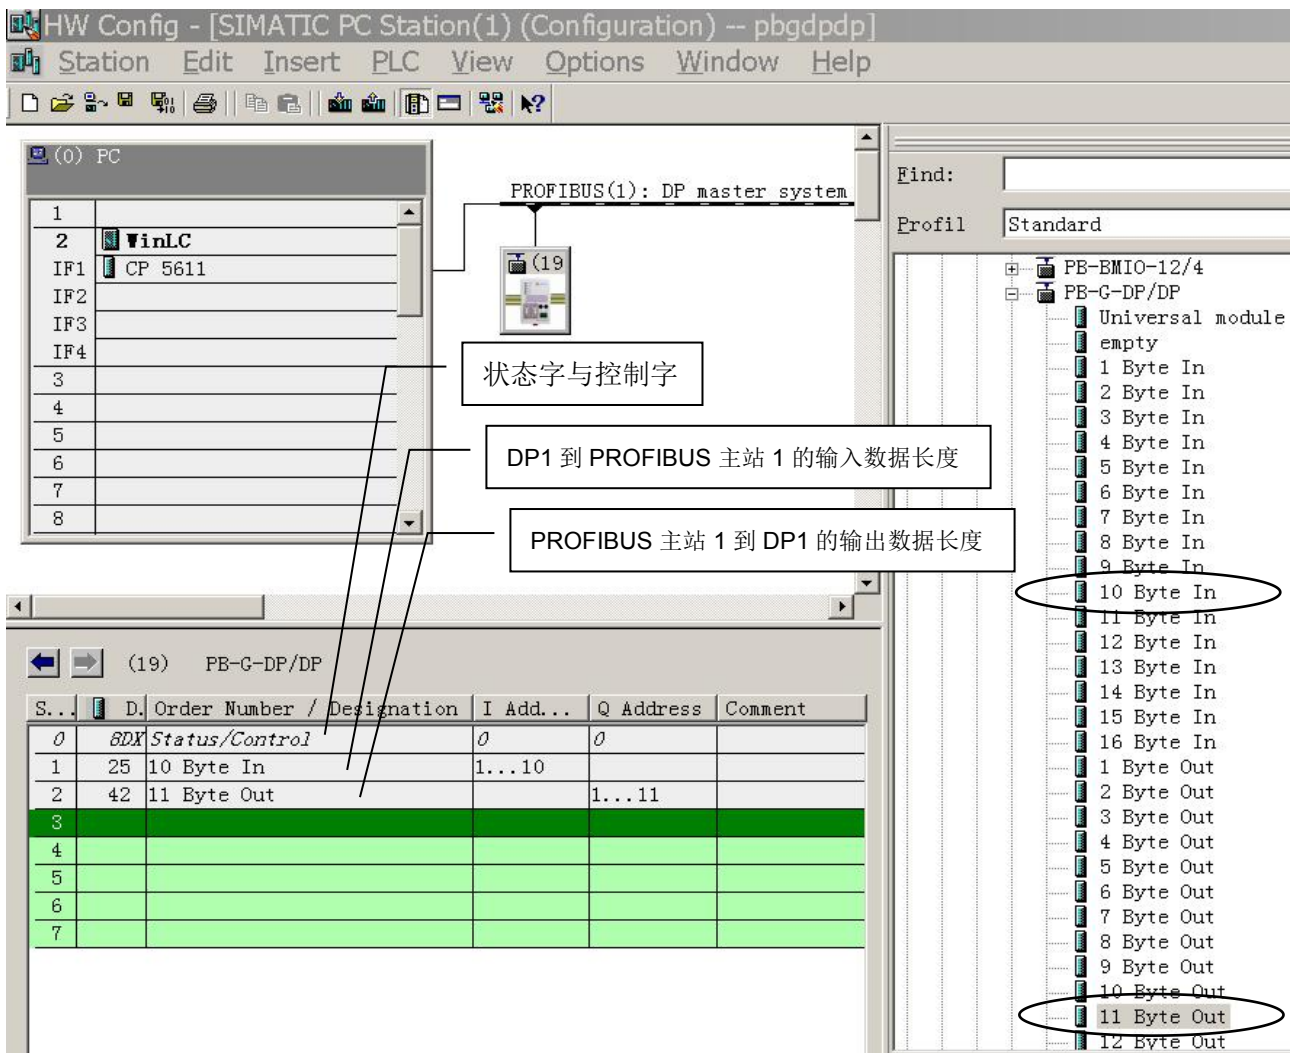
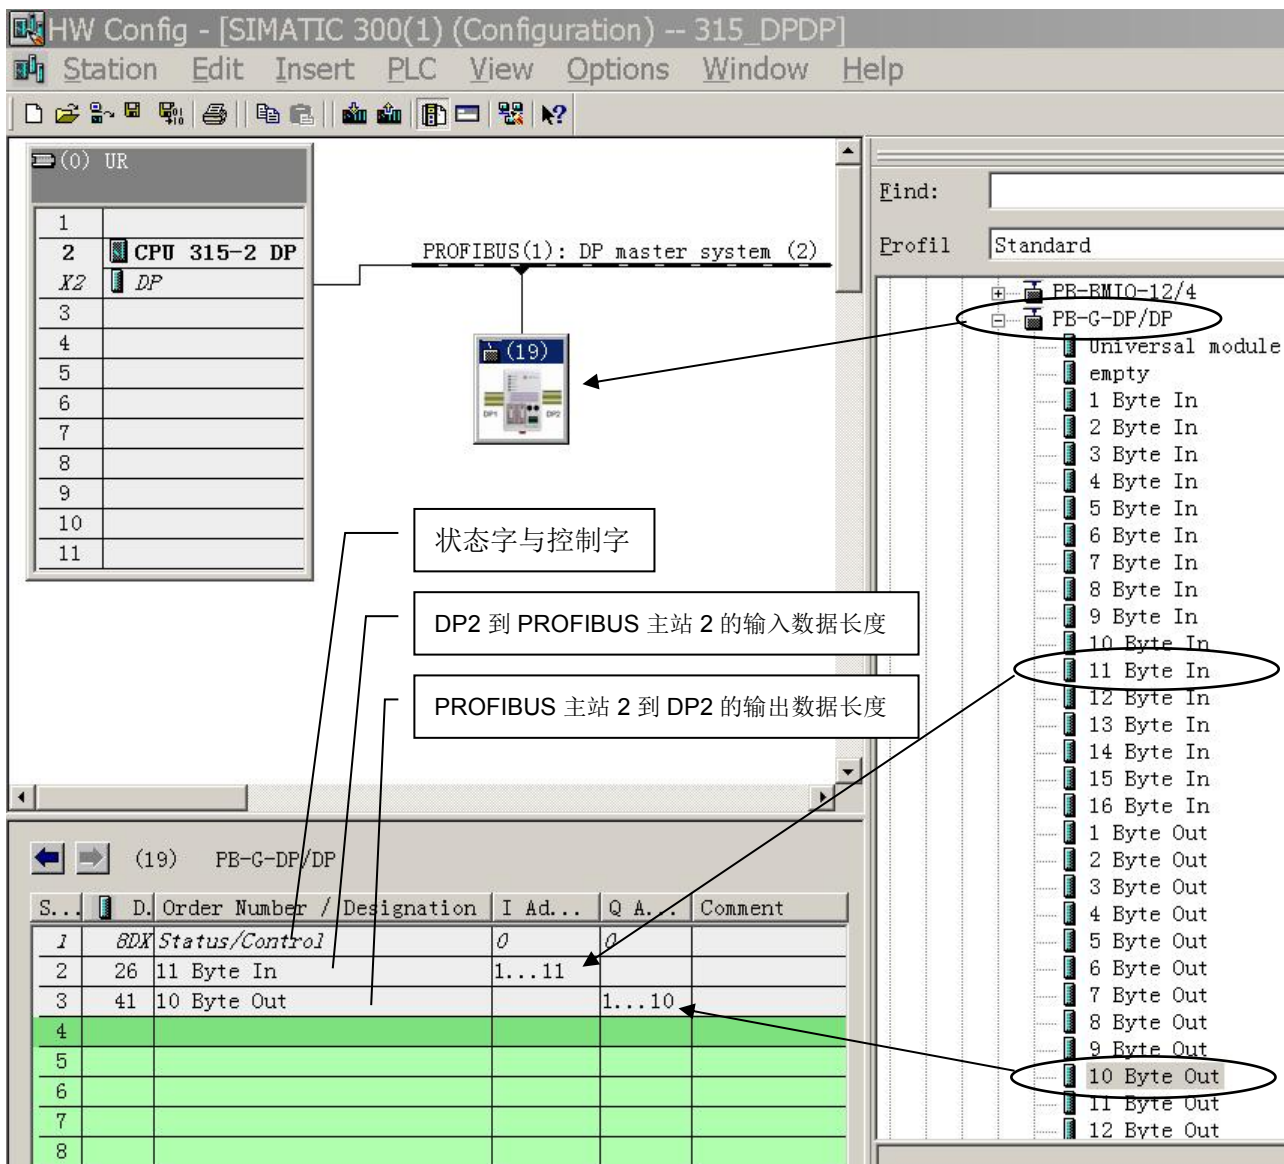
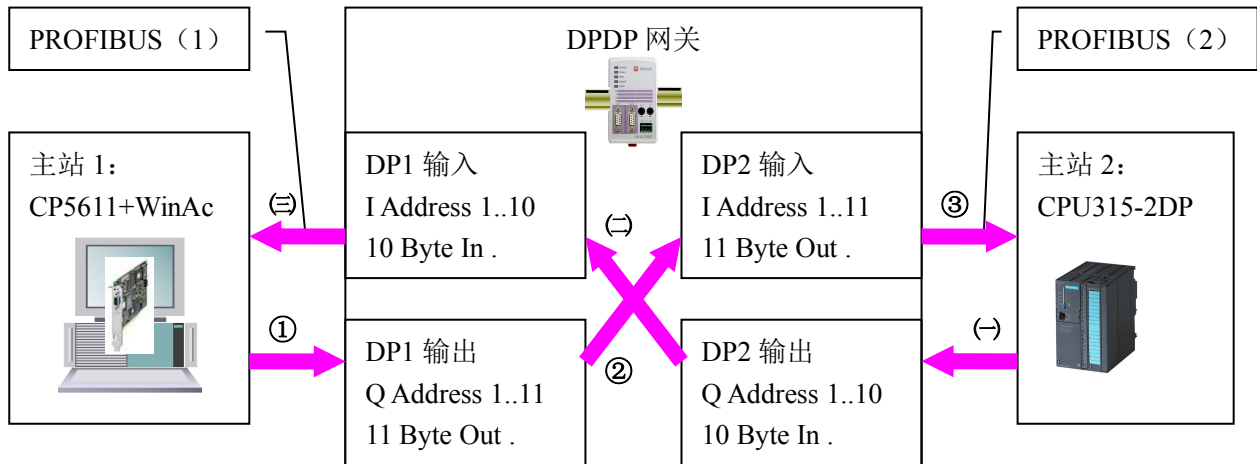

图 5-5 PROFIBUS 主站 1 和 DP1 接口的硬件配置 Hw Config
图 5-7 PROFIBUS 主站 2 和 DP2 接口的硬件配置 Hw Config
图 5-8 DP1 与 DP2 的地址映射关系
(1) DP1 的输出(11 Byte Out)映射到 DP2 的输入(11 Byte In)：参考“图 5-5 PROFIBUS 主站 1 和 DP1 接口的硬件配置 Hw Config”——DP1 的 PROFIBUS 输出地址 Q Address=1..11 (11 Byte Out)。这段存储区映射到 DP2 就是 PROFIBUS 输入地址 I Address=1..11 (11 Byte In)——一见“图 5-7 PROFIBUS 主站 2 和 DP2 接口的硬件配置 Hw Config”。
(2) DP2 的输出(10 Byte Out)映射到 DP1 的输入(10 Byte In): 参考“图 5-7 PROFIBUS 主站 2 和 DP2 接口的硬件配置 Hw Config”——DP2 的 PROFIBUS 输出地址 Q Address=1..10 (10 Byte Out)。这段存储区映射到 DP1 就是 PROFIBUS 输入地址 I Address=1..10 (10 Byte In)——见“图 5-5 PROFIBUS 主站 1 和 DP1 接口的硬件配置 Hw Config”。下图 5-8 形象地说明了 DP1 与 DP2 的地址映射关系
(1) 主站 1 向主站 2 的数据传送
主站 1 向 DPDP 网关 DP1 的 PROFIBUS 输出数据区 Q Address=1..11 写入数据——见图 5-8 的①，DPDP 网关将输出数据传送到 DP2 的 PROFIBUS 输入数据区 I Address=1..11——见图 5-8 的②，主站 2 向 DP2 的 PROFIBUS 输入数据区 I Address=1..11 读取数据——见图 5-8 的③；由此实现主站 1 向主站 2 数据传送。
主站 2 向 DPDP 网关 DP2 的 PROFIBUS 输出数据区 Q Address=1..10 写入数据——见图 5-8 的(→)，DPDP 网关将输出数据传送到 DP1 的 PROFIBUS 输入数据区 I Address=1..10——见图 5-8 的(←)，主站 1 向 DP1 的 PROFIBUS 输入数据区 I Address=1..10 读取数据——见图 5-8 的(⇐)；由此实现主站 2 向主站 1 数据传送。
见图 5-5、图 5-7, DP1 或 DP2 在配置时, 预留了 1 个字节输入——状态字 Status 和 1 个字节输出——控制字 Control。状态字 Status 用于反映对方 DP 通道的状态。控制字 Control 用于通知或指令对方 DP 通道某些事件。